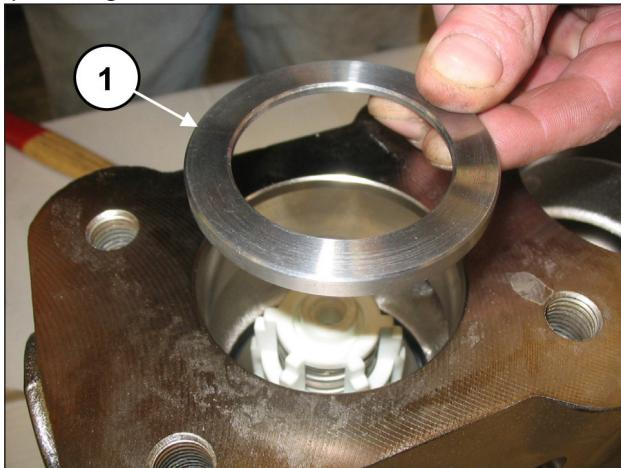
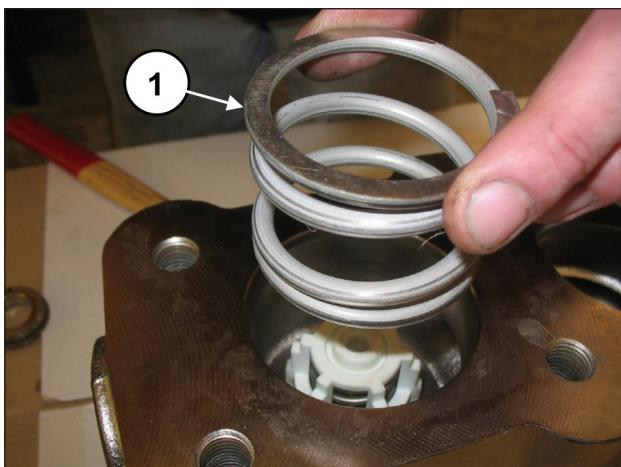

Fig. 125
Fig. 126
Inserire l'anello sede valvola (pos. ①, Fig. 125) e la molla (pos. ①, Fig. 126).